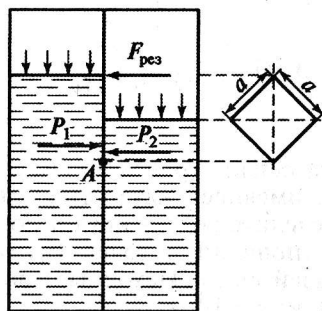

Рис. 3.9
**Задача 3.9.** Резервуар, содержащий бензин ( $\rho = 900$  кг/м3), разделен на две части плоской стенкой, имеющей квадратное отверстие, которое закрыто (рис. 3.9). Определить результирующую силу давления и момент сил давления по отношению к точке  $A$ , а также точку приложения этой результирующей силы. Исходные данные:  $p_1 = 0,15$  Н/см2;  $p_2 = 0,05$  Н/см2;  $a = 1$  м;  $g \sim 10$  м/с2.